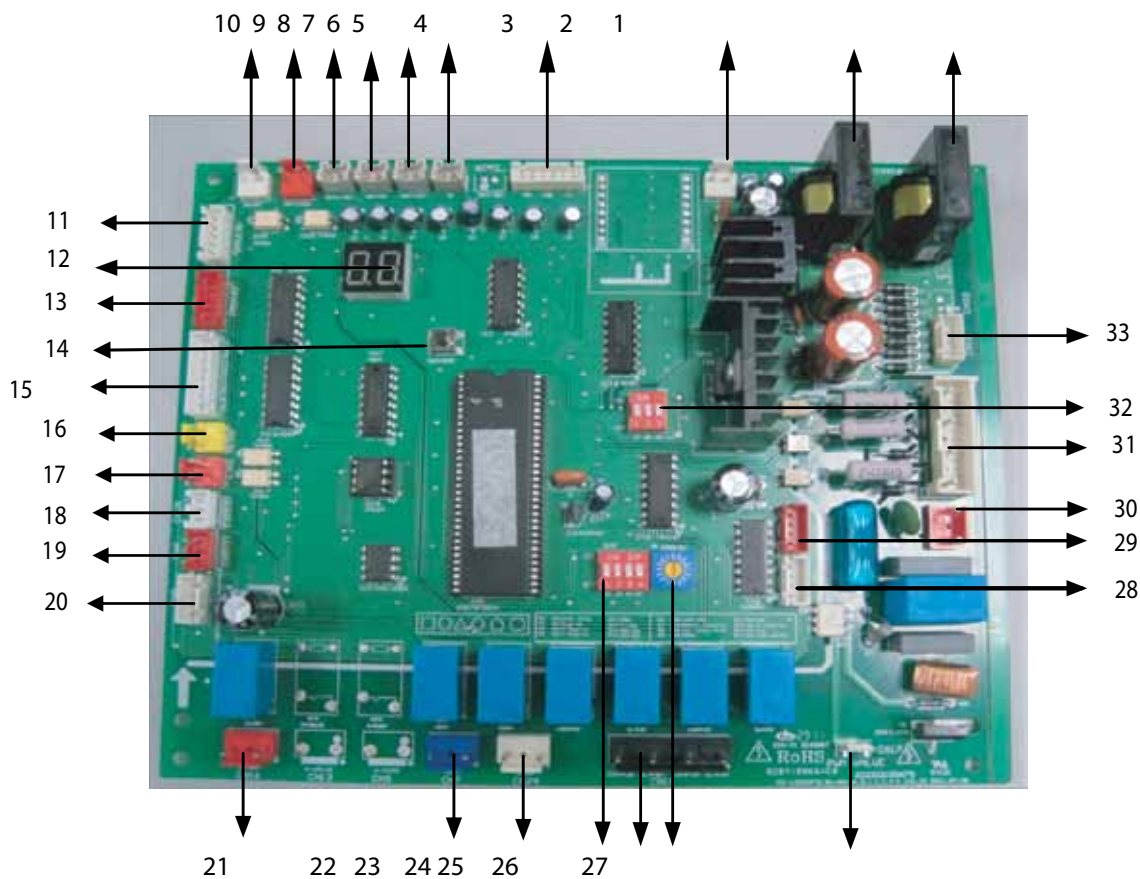

Рис. 5-3
5.5.3. Схема электрического управления главной панели управления (см. рис. 5-3).
## 5.6. Подробное описание узлов, изображенных на рис. 5-3